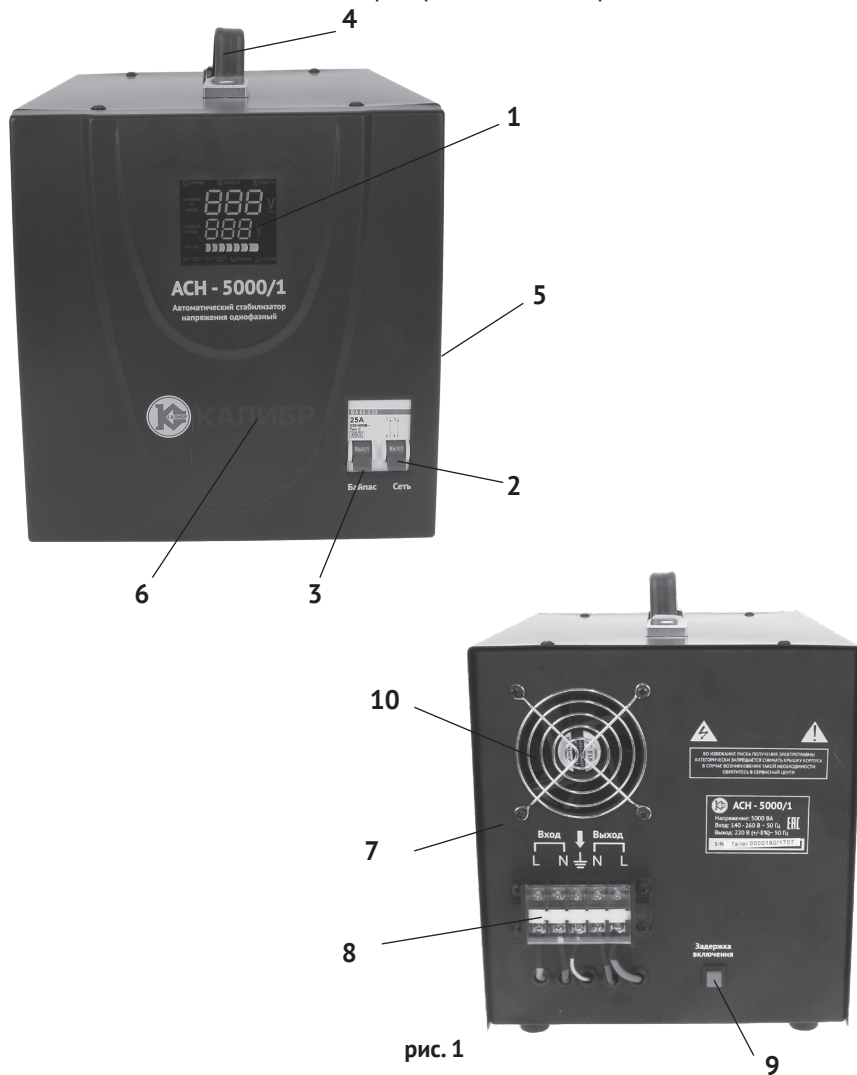
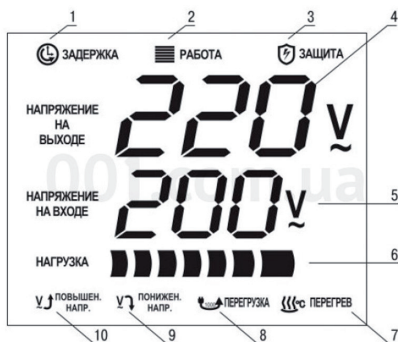

рис. 1
рис.2
1.6 Внешний вид* стабилизатора представлен на рис.1
1.7 В металлическом корпусе (рис.1 поз.5) размещены основные узлы стабилизатора: автотрансформатор, плата управления (микропроцессор), силовые ключи (реле), приборы контроля и управления и вентилятор для охлаждения трансформатора и других компонентов. На передней панели стабилизатора (рис.1 поз.6) находятся: многофункциональный дисплей (рис.1 поз.1), отображающий все режимы работы стабилизатора, выключатели «СЕТЬ» (рис.1 поз.2) и «БАЙПАС» (рис.1 поз.3).
На задней панели (рис.1 поз.7) расположены: клеммная колодка (рис.1 поз.8) с входными клеммами подключения питающей сети (ВХОД), выходными клеммами подключения нагрузки (ВЫХОД) и клеммой заземления, кнопка включения задержки (рис.1 поз.9) и решётка встроенного вентилятора (рис.1 поз.10).
Многофункциональный дисплей (рис.2) на передней панели отображает все режимы работы стабилизатора.
Трёхзначные цифровые индикаторы показывают: (рис.2 поз.4) – напряжение на выходе (к подключённым потребителям), (рис.2 поз.5) – напряжение на входе в стабилизатор (питающей сети).
«ЗАДЕРЖКА» (рис.2 поз.1) – задержка подачи выходного напряжения применяется как при штатном (первичном) запуске стабилизатора, так и при запуске после экстренного отключения от питающей сети в автоматическом режиме. Длительность задержки включения от 6 секунд до 180 секунд изменяется кнопкой (рис.1 поз.9) на задней панели. Кнопка нажата – задержка 180 с, кнопка отжата – задержка 6 с.
«РАБОТА» (рис.2 поз.2) – высвечивается при нормальной работе стабилизатора: напряжение сети в пределах регулируемого диапазона (140-260В), не превышена нагрузочная мощность, нормальный температурный режим трансформатора.
«ЗАЩИТА» (рис.2 поз.3) – высвечивается при выходе за крайние пределы параметров, которые отображают индикаторы нижнего ряда дисплея. При этом происходит автоматическое защитное отключение стабилизатора:
1- превышение входного напряжения (свыше 260В) – высвечивается индикатор «ПРЕВЫШ. НАПР.» (рис.2 поз.10);
2 - падение входного напряжения (менее 140В) – высвечивается индикатор «ПОНИЖЕН. НАПР.» (рис.2 поз.9);
3 – превышение мощности нагрузки (около 120% от максимальной) – высвечивается индикатор «ПЕРЕГРУЗКА» (рис.2 поз.8). Если в течение 1 часа работы 3 (или более) раз сработает защита от «ПЕРЕГРУЗКИ», необходимо (отключив АСН) и уменьшить подключённую нагрузку;
4 – перегрев обмоток трансформатора (свыше 120°C) - высвечивается индикатор «ПЕРЕГРЕВ» (рис.2 поз.7).
«НАГРУЗКА» (рис.2 поз.6) - высвечивается (при нормальной работе) часть индикатора, отображающая степень подключённой нагрузки к максимально возможной мощности данной модели стабилизатора.
Автоматический выключатель «БАЙПАС» (рис.1 поз.9) включают при стабильном напряжении питающей сети, а также при выходе из строя силовой сети
стабилизатора или электронных цепей управления, когда нет необходимости (или возможности) работы стабилизатора. При этом выключатель «СЕТЬ» - в положении выключено. При включении режима «БАЙПАС» дисплей не высвечивается. При включении выключателя «СЕТЬ» (рис.1 поз.8), выключатель «БАЙПАС» автоматически отключается.
- кратковременным (до 10 секунд) включением автоматического выключателя «СЕТЬ» проверить правильность подключения – дисплей (рис.1 поз.1) должен показать величину входного напряжения (рис.2 поз.5) и выходное напряжение 220 В (рис.2 поз.4);
- включить автоматический выключатель «СЕТЬ» (рис.1 поз.8).